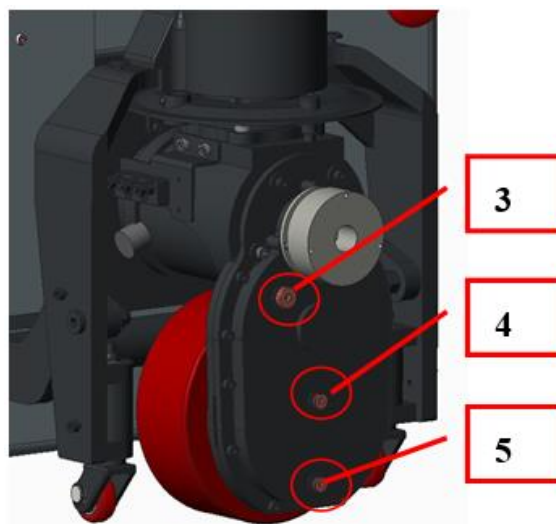

Рис. 22
- (Рис.22) 3 - отверстие для заливки масла, 4 - отверстие для выливания масла, 5 - сливное отверстие. Открутите винт 5 для слива масла при замене трансмиссионного масла. После слива масла затяните винт 5.